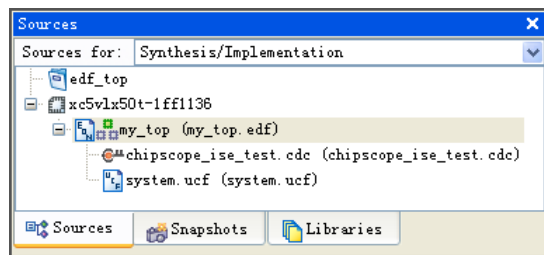

图 2.107 在 ISE 中加入 ChipScope 工程
(4) 在“Summary”窗口中单击【Finish】按钮完成加入 ChipScope 的操作。这时在 ISE 的“Source”窗口中可以看到加入的 ChipScope 项目文件，如图 2.107 所示。该文件已经自动将输入和输出文件与目录设置好，设计者不用关心。